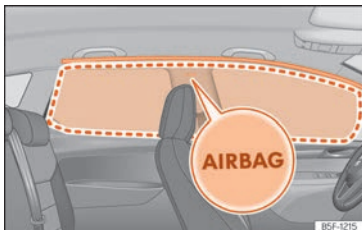

Fig. 31 Amplasarea și zona de acțiune a airbagului pentru protecția capului.
Airbagurile pentru protecția capului se află în ambele părți ale habitaculului, deasupra ușilor >>> **fig. 31** iar amplasarea lor este indicată prin cuvântul „AIRBAG”.
Zona în chenar este acoperită de airbagul pentru protecția capului, atunci când acesta este declanșat (zona de declanșare) >>> **fig. 31**. De aceea, nu trebuie niciodată să așezați sau să instalați obiecte în această zonă >>> **Δ**.
• Asigurați-vă că sunt corect așezați copii în scaunele lor și că capetele lor nu se află în zona de declanșare a airbagurilor pentru protecția capului >>> **fig. 31**, deoarece airbagurile declanșate i-ar putea lovi și le-ar putea cauza răni severe.